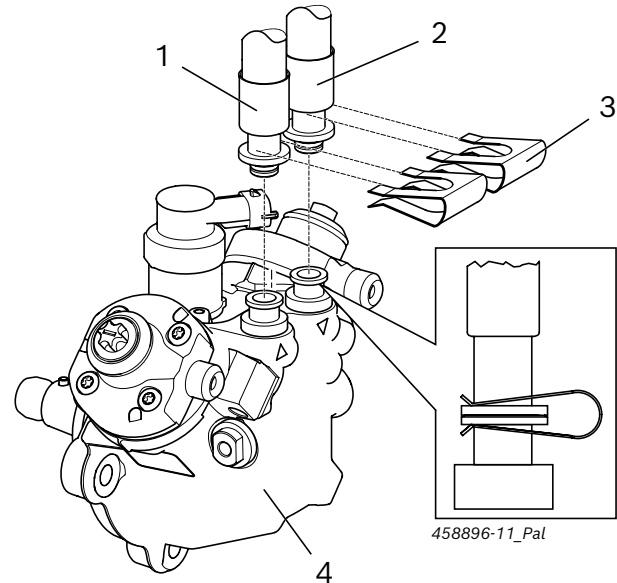

Рис. 3: CP4.2 с системой штепсельных соединений
! Для подключения испытательного масла в CP4 используйте специальные шлангопроводы для конкретных насосов. При помощи зажимов 1 685 200 116 (рис. 3, поз. 3) шлангопроводы крепятся на CP4. Шлангопроводы и зажим входят в комплект набора деталей 1 687 016 125.
1. Подключить шлангопровод для подачи испытательного масла (рис. 3, поз. 1) к месту подключения подачи в CP4.
2. Подключить шлангопровод для слива испытательного масла (рис. 3, поз. 2) к подключению слива в CP4.
3. Закрепить оба шлангопровода на местах подключения CP4 при помощи зажимов (рис. 3, поз. 3).